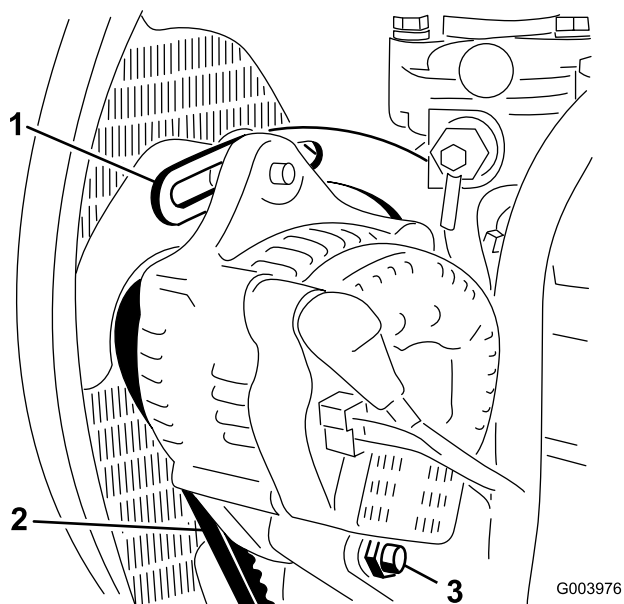

Figura 65
2. Compruebe la tensión de la correa del alternador flexionándola (Figura 65) en el punto intermedio entre las poleas del alternador y del cigüeñal con una fuerza de 10 kg (22 libras).
3. Afloje el perno que fija el tirante al motor (Figura 65), el perno que fija el alternador al tirante y el perno de pivote.